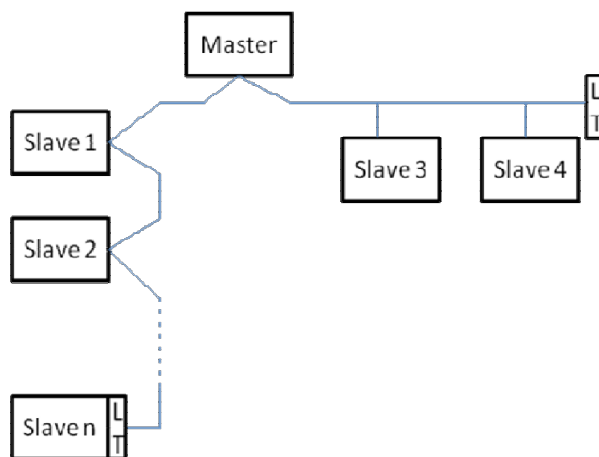

Figura 1: Esempio di rete Modbus con terminazione
Il numero massimo di dispositivi connessi ad una rete senza ripetitori è 32. Come mostrato in Figura 1, può essere necessario terminare la linea a fine e ad inizio con resistenze di terminazione (LT).